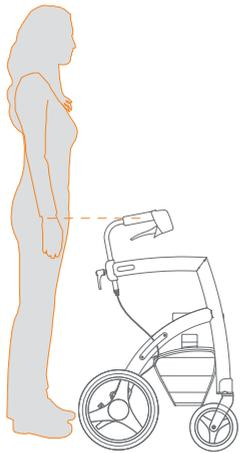

Figura 12: determina l'altezza corretta.
L'impostazione dell'altezza corretta (**Figura 12**) è fondamentale per un utilizzo ottimale del Rollz Motion. L'altezza può essere regolata tra la posizione minima e massima. In questo modo il Rollz Motion può essere facilmente adattato alle esigenze individuali.
- c. Per determinare l'altezza corretta, posizionati tra le maniglie Rollz Motion con le braccia appese vicino al corpo. Le maniglie dovrebbero essere all'altezza dei polsi (**Figura 12**).